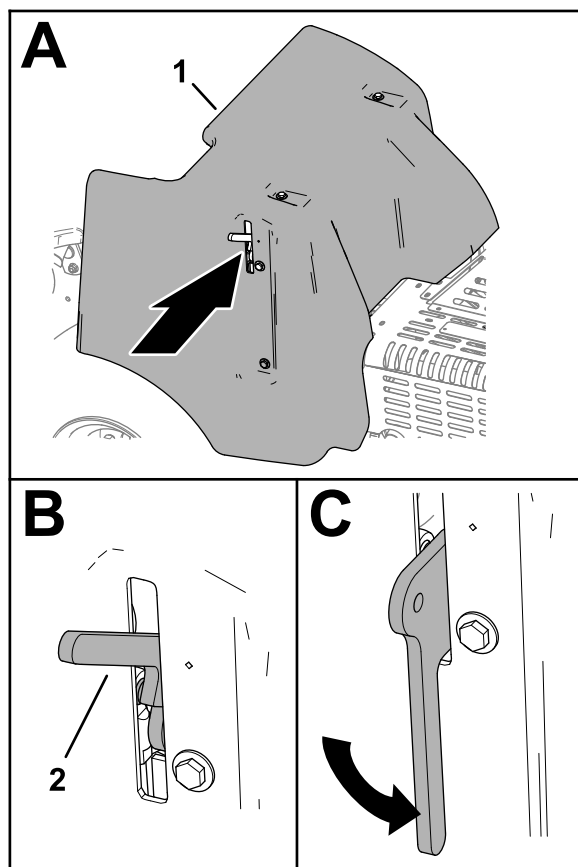

Figura 135
3. Baje del todo la palanca de cierre para fijar la cubierta (Figura 135).